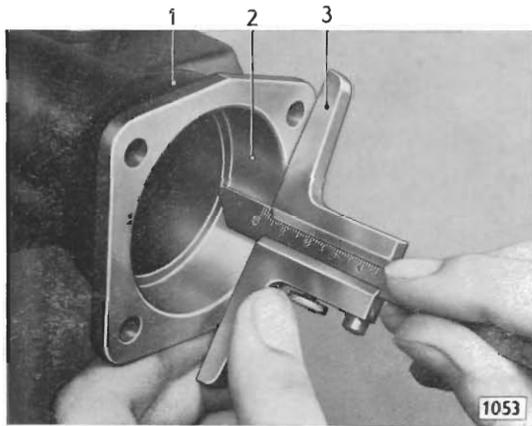

Bild 12 - Tiefe des Sitzes für Hinterachswellenkugellager messen
- a) Tiefe des Kugellagersitzes im Hinterachstragrohr mit Tiefenmaß (12/3) messen (Bild 12).